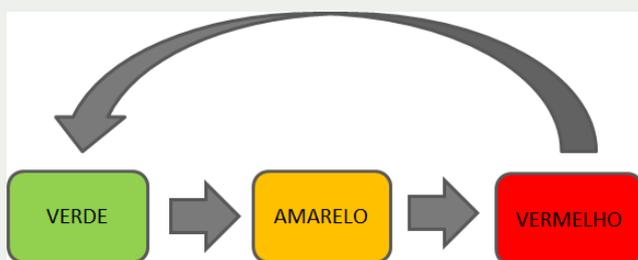

Figura 3 – Ciclo do semáforo de carros.
4. Após o sinal vermelho apagar, o processo será reiniciado (item 1), ou seja, o semáforo irá ficar repetindo o ciclo representado pela Figura 3, até que um outro botão (botão 2) seja pressionado até o final do ciclo e apague todos os LED's.